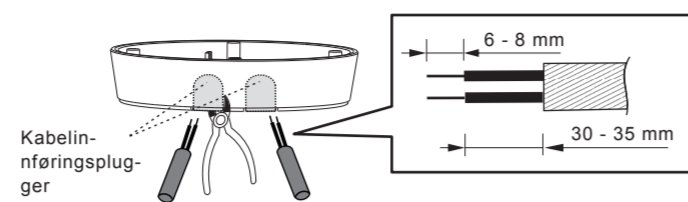

FIG.14
- 4.4.3.2 For å dra AC-strømkabler gjennom siden av koblingsboksen, kan du bruke klippetang til å bryte kabelgjennomføringene på siden av koblingsboksen, og den deretter kablene inn i koblingsboksen gjennom den. Fjern 6-8 mm med kabelhylse for kabeltrekking (Se FIG.14).